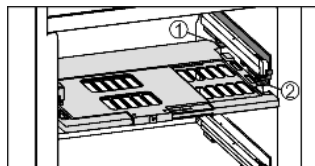

Fig. 13
- Vochtreguleringsplaat terugplaatsen: dekselranden van de plaat van onder in de achterste houder Fig. 13 (1) plaatsen en aan de voorkant in de houder Fig. 13 (2) vastklikken.